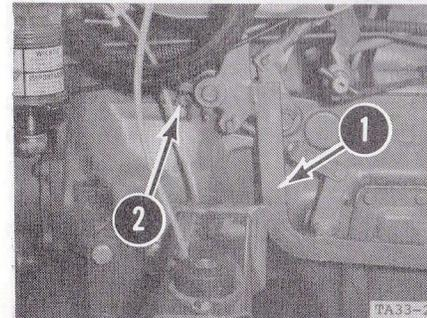

Figure 96
Mesurez la course de débrayage (B) comme spécifié ci-dessus. Si nécessaire, réglez la vis de butée (2) pour obtenir la course correcte. Figure 96